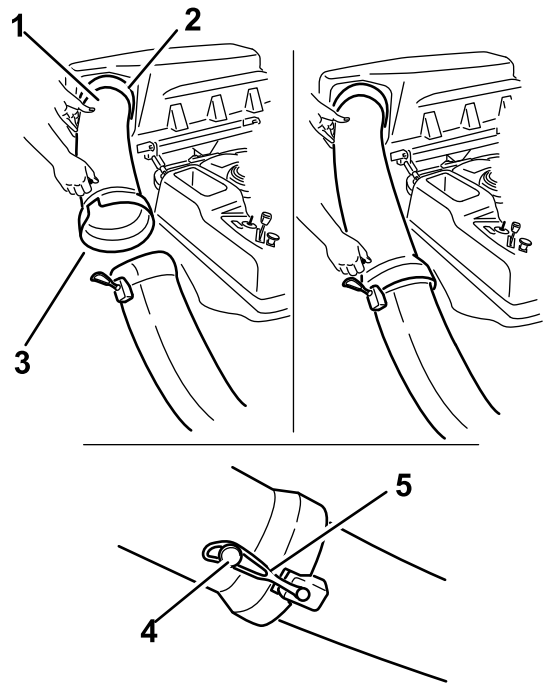

Figure 29
2. Glissez l'extrémité évasée du tube d'éjection sur l'extrémité de la goulotte. Accrochez la sangle en caoutchouc de la goulotte à l'ergot situé sur le tube d'éjection pour la fixer en position (Figure 29).
1. Glissez l'extrémité courbe du tube d'éjection dans l'ouverture du couvercle du système de ramassage (Figure 29).